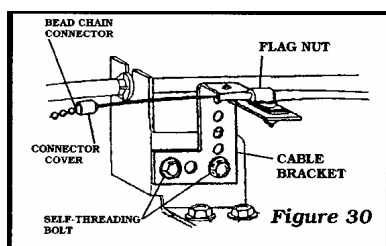

Figure 30
4. 用五金零件包內附有一L型鋼索固定架 您也可以充分利用。（項目：E 250-3700）。（Figure 30）